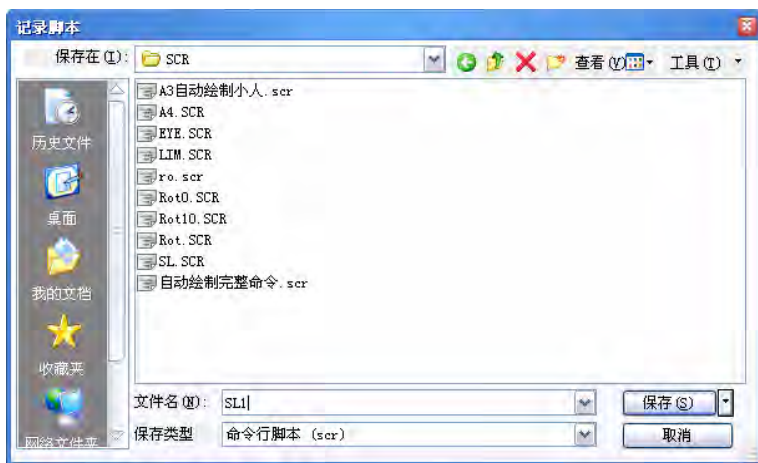

图 13-13 “记录脚本”对话框
执行 Recscript 命令, 系统弹出如图 13-13 “记录脚本”对话框。
1. 执行 Recscript 命令，系统弹出如图 13-13 “记录脚本”对话框。